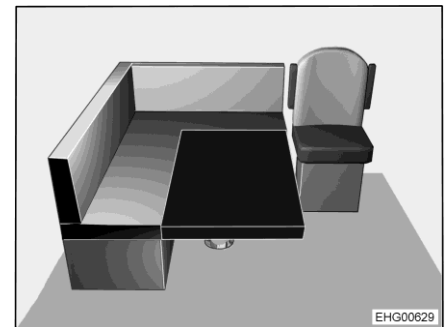

Bild 69 Nach dem Umbau
- Das Zusatzpolster wie in Bild 69 dargestellt auf den Tisch legen. Die abgerundete Ecke zeigt nach rechts vorn.